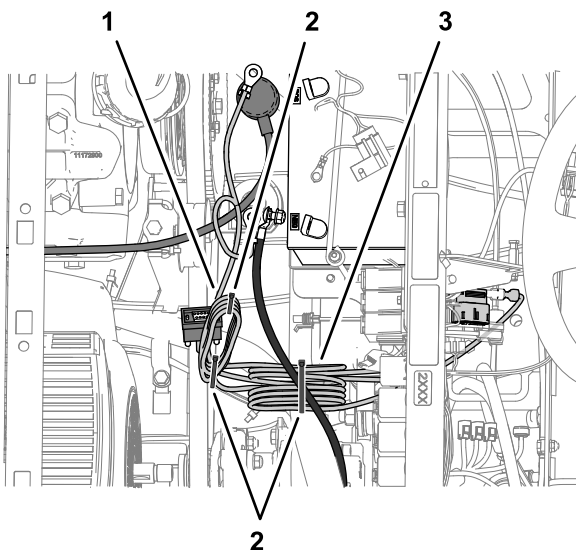

**Figura 79**
1. En la parte delantera de la máquina, enchufe el terminal del arnés de alimentación del módem marcado SWITCHED en el conector hembra de alimentación de accesorios del bloque de fusibles (Figura 79).